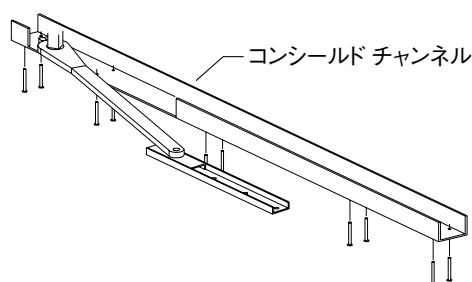

図15-1
- 15.1 丁番 または 持出型ピボットヒンジ仕様でのオフセットアームを使用したコンシールド ヘッダーのみの場合、コンシールドチャンネル用の化粧プレートを準備して下さい。(図15-1 および 別紙“取り付け説明書 87400-XXX アーム”をお読み下さい)
- 15.3 丁番 または 持出型ピボットヒンジ仕様でのオフセットアームを使用したコンシールド ヘッダーのみの場合、コンシールドチャンネルを取り付けて下さい。(図15-1)